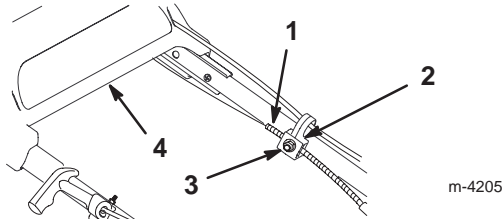

Bild 24
3. Lockern Sie die Mutter am Kabelhalter (Bild 24).
6. Ziehen Sie den Kabelmantel nach unten (zum Rasenmäher), so dass das Kabel kein Spiel hat (Bild 24).
7. Lockern Sie das Antriebsteil, während Sie den Kabelmantel nach unten halten und ziehen die Mutter an der Zugstütze fest (Bild 24).